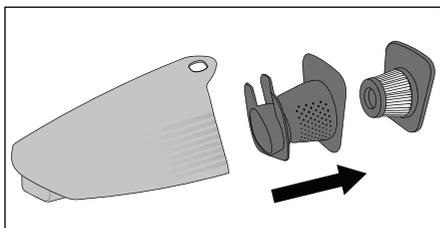

Fig. 3
- 3) Mai întâi scoateți filtrul HEPA **6** și apoi filtrul brut **7** din rezervorul de colectare a murdăriei **8** (fig. 3). Bateți ambele componente deasupra unui coș de gunoi sau a unui recipient similar. La nevoie puteți clăti filtrul HEPA **6** cu apă curată. Lăsați-l apoi să se usuce complet la aer.